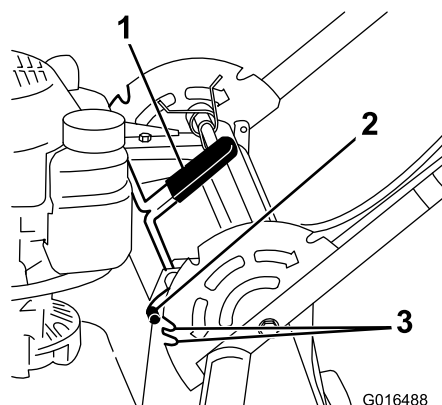

Figura 16
1. Tirate indietro la leva del blocco della maniglia per disinserire i relativi perni (Figura 16).
2. Fate ruotare la maniglia e allineate la tacca desiderata nella staffa della maniglia ai perni del blocco della maniglia; fate riferimento a Figura 16.